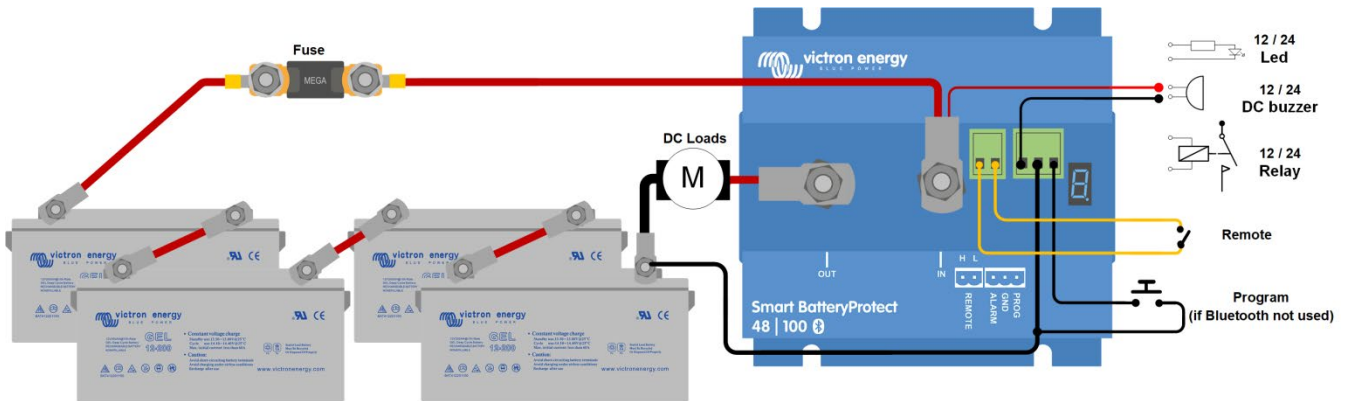

Figura 1 Esquema de ligações do SBP 48|100
8. Se puede conectar un interruptor On/Off remoto entre «Remote H» y «Remote L» (ver figura 1). Alternativamente, el terminal H se puede cambiar al polo positivo de la batería, o el terminal L se puede cambiar al polo negativo de la batería.
9. Puede conectarse una señal acústica, LED o relé entre la salida de alarma y el positivo de la batería (ver figura 1). Carga máxima sobre la salida de alarma: 50 mA (a prueba de cortocircuitos).